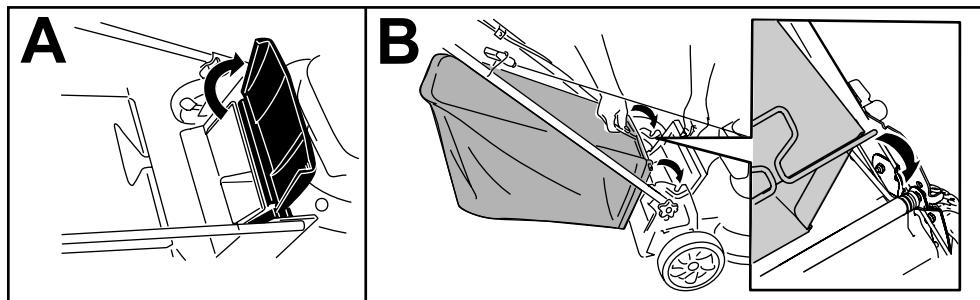

Figura 15
1. Levante y sujeté el deflector trasero (Figura 15, A).
2. Instale el recogedor, asegurándose de que los pasadores de la bolsa descansan en las muescas del manillar (Figura 15, B).